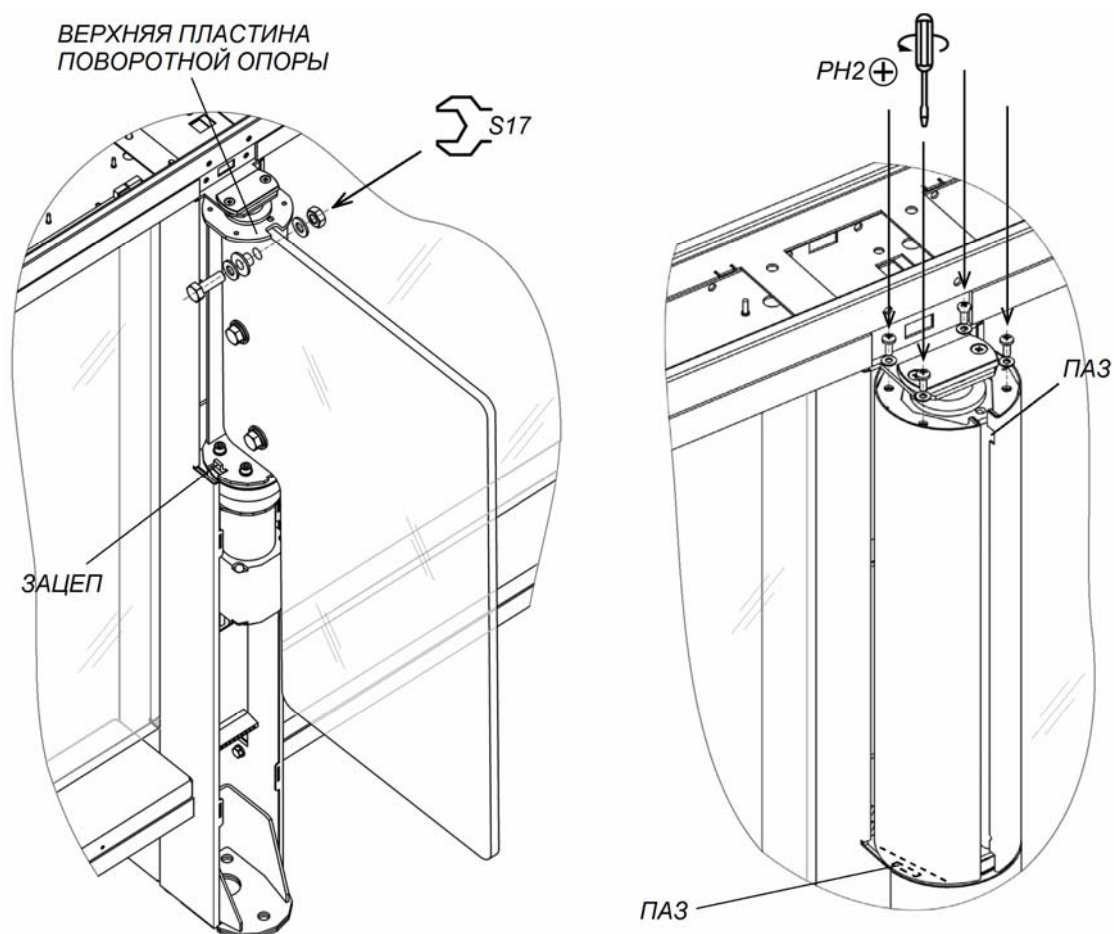

Рисунок 22. Створка и кожух створки
- Проконтролируйте состояние светодиодов на платах ДКЗП, расположенных в верхних (12) и нижних (15) коробах секций *Master* и *Slave* (в нижних коробах необходимо предварительно снять их крышки, см. разд. 8.8.8):
- в случае отсутствия связи между платами ДКЗП и платой управления светодиоды на платах ДКЗП будут мигать – необходимо проверить надежность крепления кабелей DC (19) и CAN (20) в клеммных колодках.
- Установите кожухи центральных стоек (5) (разд. 8.8.1).
- Установите кожухи створок (4) (см. рис. 22, разд. 8.8.5) (взять в комплекте принадлежностей).
Снятие или установку створки производите вдвоем. Створка к поворотной опоре крепится в трех местах при помощи болтов М10×30, шайб 10, втулок пластиковых и гаек М10 (см. рис. 22). Используйте рожковые ключи S17.
2. Смонтируйте одну из частей кожуха на поворотную опору створки. Для этого оденьте кожух на верхнюю пластину поворотной опоры через пазы в верхней части кожуха, после чего сдвиньте кожух вниз до конца, введя нижний паз кожуха в зацеп, расположенный в нижней части поворотной опоры (см. рис. 22).